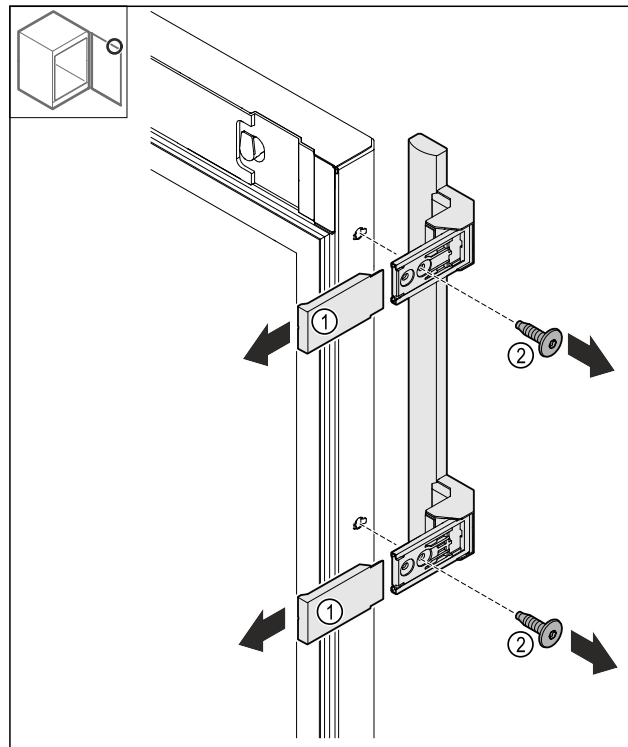

Fig. 18
- Abdeckungen Fig. 18 (1) abziehen.
- Schrauben Fig. 18 (2) lösen.